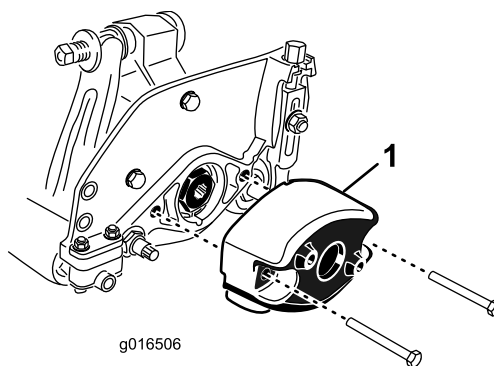

図 8
1. カウンタウエイトをカッティングユニットの左側に固定しているボルト2本を外す。カウンタウエイトを取り外す 図 8。
付ける 図 8。ボルトを 16-20 N·m 3.7-4.6 kg.m = 12-15 ft-lb にトルク締めする。